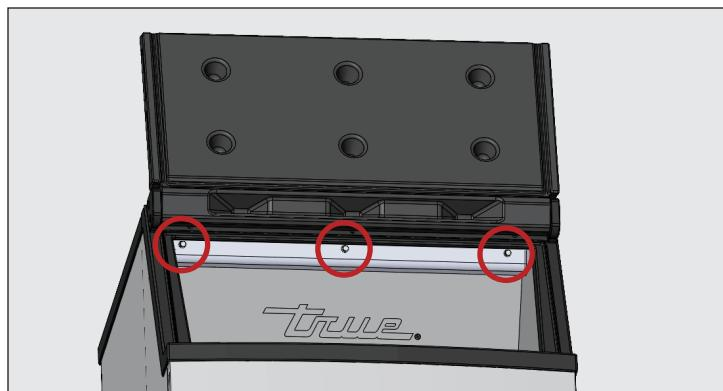

Рис. 1. Места расположения винтов крепления дефлектора.
- Снять винты крепления дефлектора. См. рис. 1.
- Сдвинуть дефлектор по направлению к задней части контейнера. Затем подать дефлектор вниз и вперед. См. рис. 1 – 3.